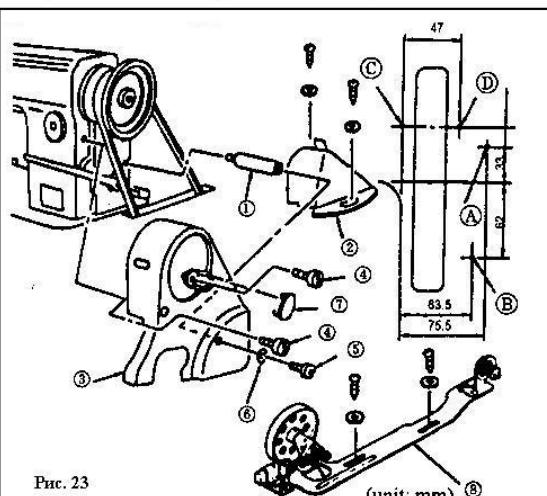
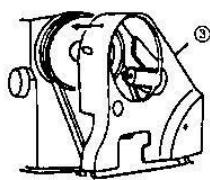
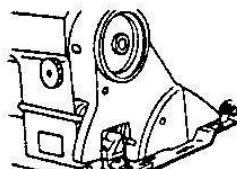

Рис. 23
Рис.24
Рис. 25
- При пошиве тяжелых материалов двигайте нитепрятгиватель (1) влево в направлении «A», чтобы увеличить длину нити, вытягиваемой нитепрятгивателем
- При пошиве легких материалов двигайте нитепрятгиватель (1) вправо в направлении «B», чтобы уменьшить длину вытягиваемой нити.
- Если линия отметки «C» на нитепрятгивателе (1) находится на одной линии с центром нитки, то это стандарт.
17. РЕГУЛИРОВКА КОЖУХА РЕМНЯ И МОТАЛКИ (Рис. 23, Рис. 24, Рис. 25).